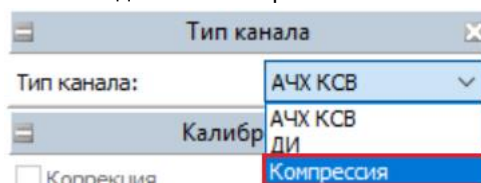

Рисунок 14. Выбор типа канала.
5. В панели управления «Тип канала» задать тип измерительного канала — Компрессия (рис. 14).